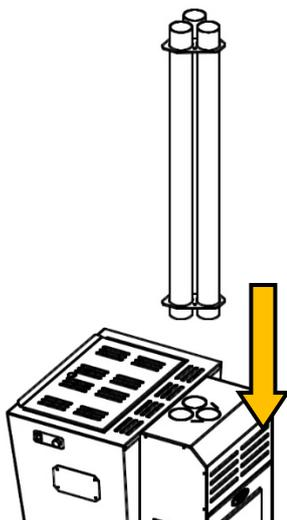

Fig. 2
- 1 Infilare i tubi nei fori sottostanti e spingerli a fondo fino a quando non sono ben fissati (*Fig.2*)